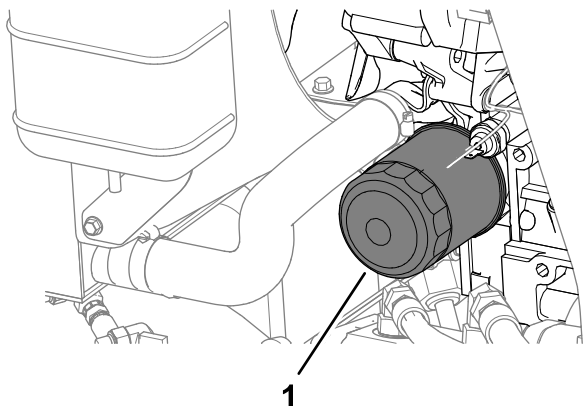

Figura 64
4. Retire el filtro de aceite (Figura 64).